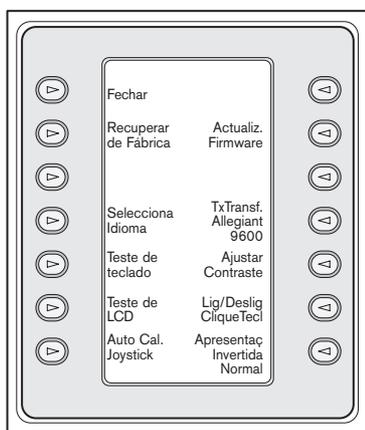

FIGURA 3-3 Menu de controlo do teclado
3. O ecrã de teclas virtuais apresenta o menu principal *Controlo do teclado* (ver FIGURA 3-3). Segue-se uma listagem das opções do menu *Controlo do Teclado*.